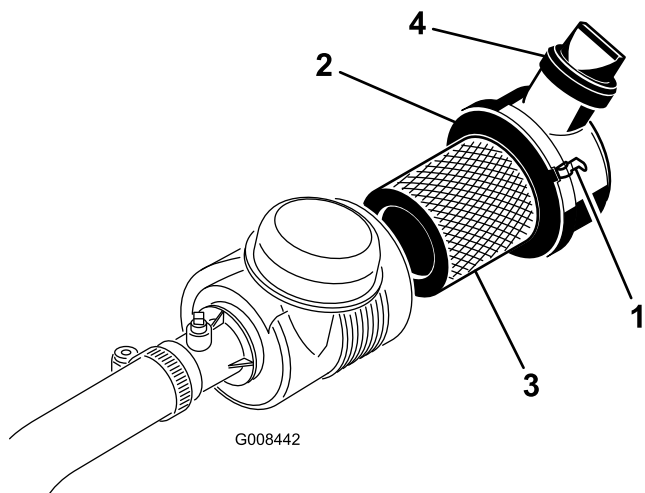

図 44
1. エア・クリーナのカバーをボディーに固定しているラッチを外す(図 44)。
6. カバーを取り付け、ラッチを掛ける (図 44)。